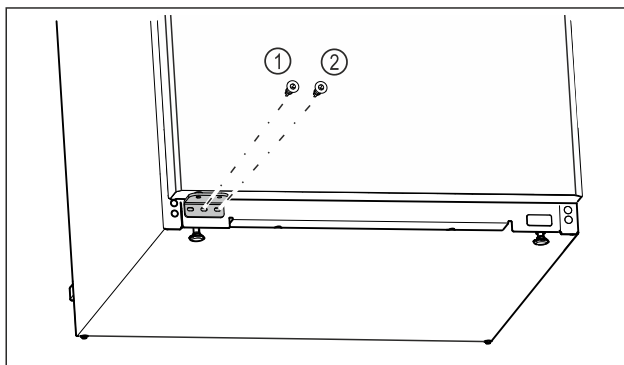

Fig. 25
- Serrer la vis centrale du support de palier Fig. 25 (1) avec un tournevis Torx 20.
- Serrer la vis intérieure du support de palier Fig. 25 (2) avec un tournevis Torx 20.